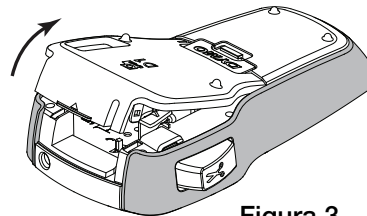

Figura 3
- 1 Levante la cubierta del cassette de etiquetas para abrir el compartimiento de etiquetas. Ver Figura 3.